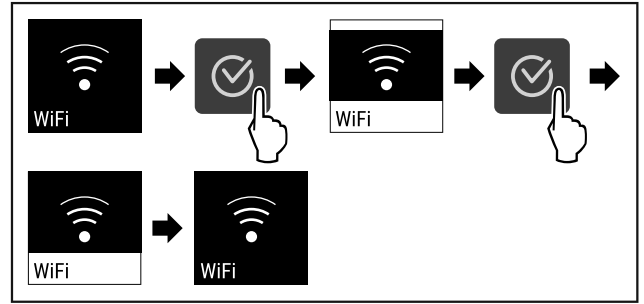

Fig. 87
- Suorita toimenpidevaiheet (katso Fig. 87).